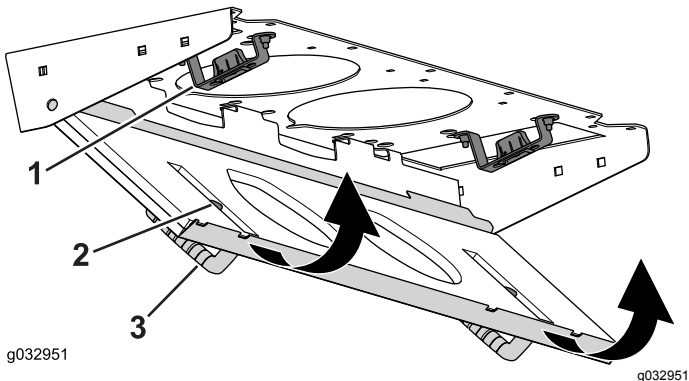

Bild 137
4. Drehen Sie das Filtersieb um die Nasen, bis der Riegel in der Riegelbefestigung einrastet (Bild 137).